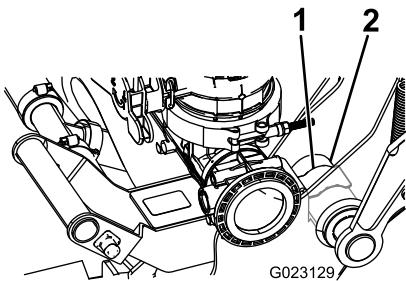

Рисунок 23
- D. Нажмите, чтобы пружинный хомут защелкнулся на шарнирной трубе, как показано на Рисунок 23.